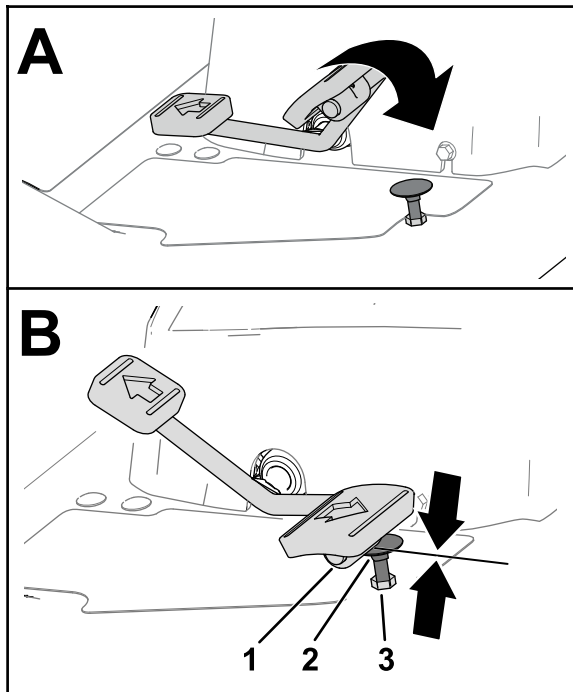
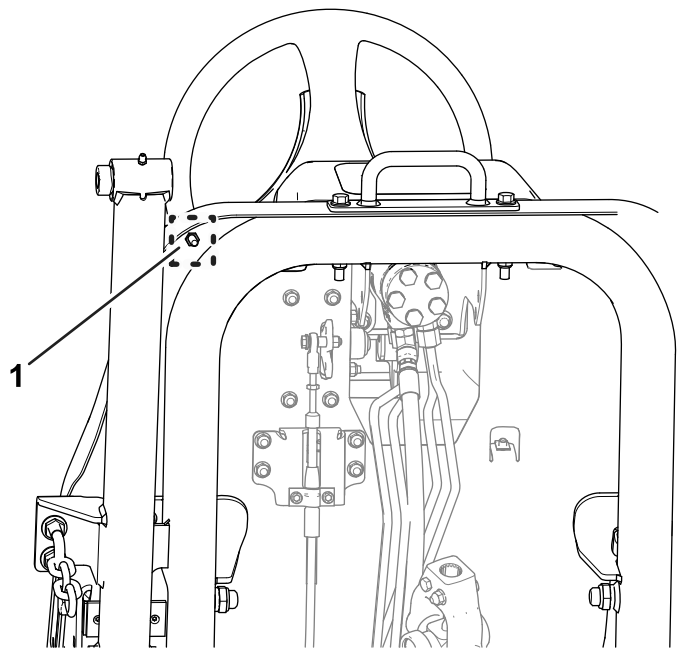

Figure 78
Figure 79
1. Poussez complètement la pédale de déplacement en avant (Figure 78).
- A. Bloquez la butée de la pédale de déplacement (Figure 78) avec une clé.
- B. Desserrez l'écrou de blocage au bas du repose-pied (Figure 79).
- C. Poussez complètement la pédale de déplacement en position avant (Figure 78).
- D. Tout en maintenant la butée de la pédale de déplacement, réglez l'écrou de blocage situé au-dessus du repose-pied (Figure 78) jusqu'à ce que la pédale touche la butée.
- F. Tout en maintenant la butée de la pédale de déplacement, serrez l'écrou de blocage au bas du repose-pied (Figure 78 et Figure 79) à un couple de 37 à 45 N·m.